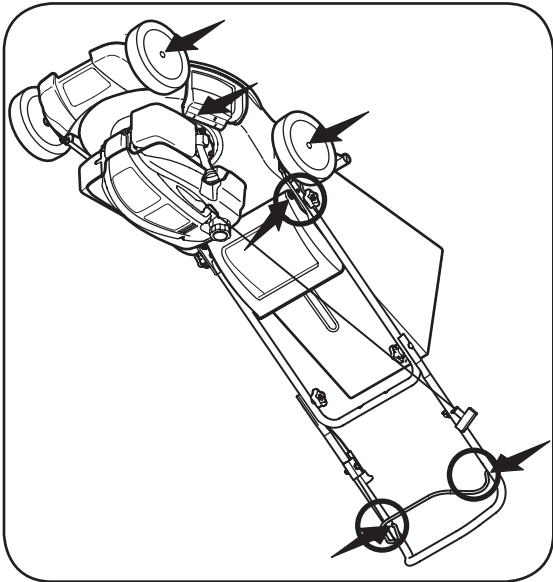

Figure 5-1
1. Lubrifiez les points de pivot de la poignée de commande de la lame au moins une fois par saison avec une huile légère. La commande de la lame doit fonctionner facilement dans les deux sens. Voir la Figure 5-1.
3. Le ressort de torsion et le point de pivotement doivent être lubrifiés régulièrement avec une huile légère pour empêcher la rouille. Voir la Figure 5-1.